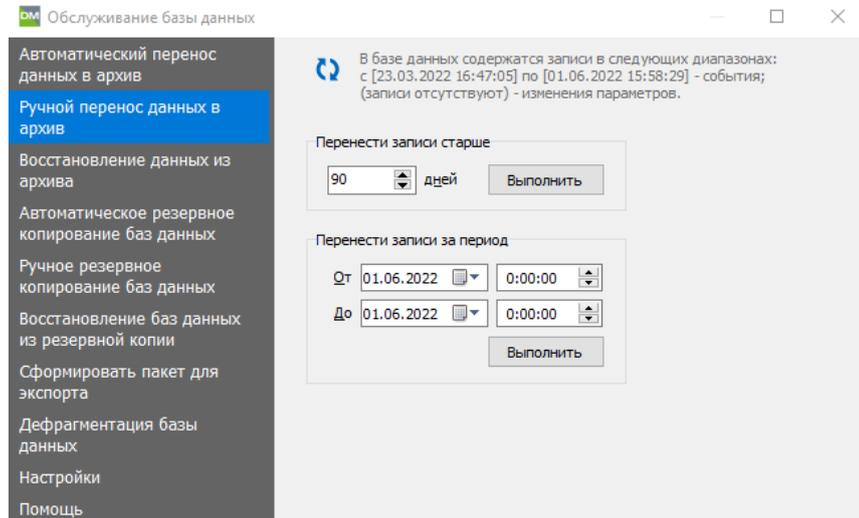

Рисунок 27.5 – Вкладка Ручной перенос данных в архив
- 1) Перейти на вкладку **Ручной перенос данных в архив** (рисунок 27.5).